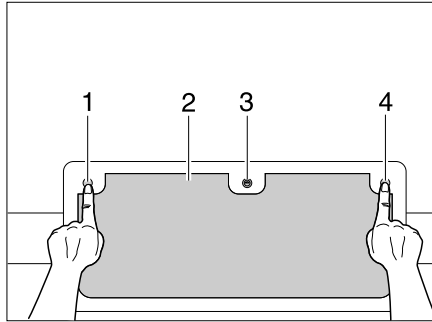

Bild 35 Klappenschloss mit Knöpfen, verschlossen
- Schlüssel in Schließzylinder (Bild 35,3) stecken und eine viertel Umdrehung drehen.
- Die drei Druckknöpfe (Bild 35,1, 3 und 4) eindrücken.
- Außenklappe (Bild 35,2) vollständig schließen, bis sie hörbar einrastet.
- Schlüssel in Schließzylinder (Bild 35,3) stecken und eine viertel Umdrehung drehen. Das Schloss ist verriegelt.